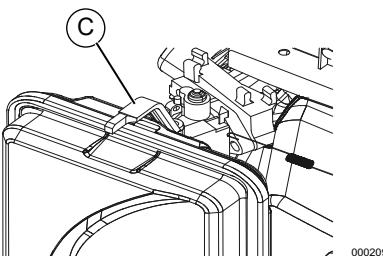

Figura 3-3. Posición de cebado
5. Mueva el cebador (C) a la izquierda hasta la posición Full CHOKE (Cebado completo). Consulte la Figura 3-3.